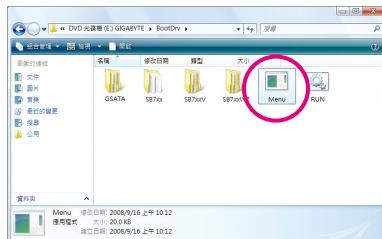
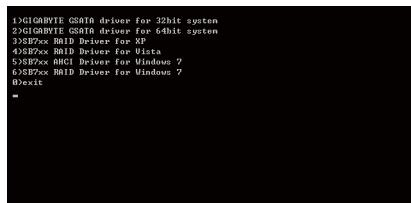

图2
图3
- 2：进入光盘中「BootDrv」文件夹，双击「Menu.exe」文件(图2)后会出现「命令提示字符」画面，内含如图3的控制器选单。
- 3：放入空白软盘。按下SATA控制器驱动程序代码后再按<Enter>键。以图3的选单为例，若要安装Windows操作系统到AHCI或RAID SATA硬盘，请选择「3) SB7xx RAID Driver for XP」。接着电脑即会自动复制所需的文件至软盘中。完成后请按任意键离开。